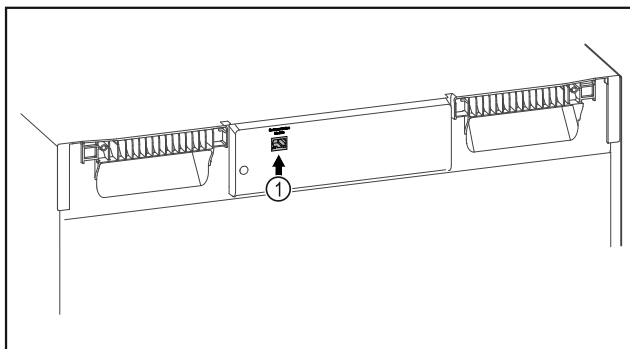

Fig. 127
- Se utiliza SmartModule Fig. 127 (1).